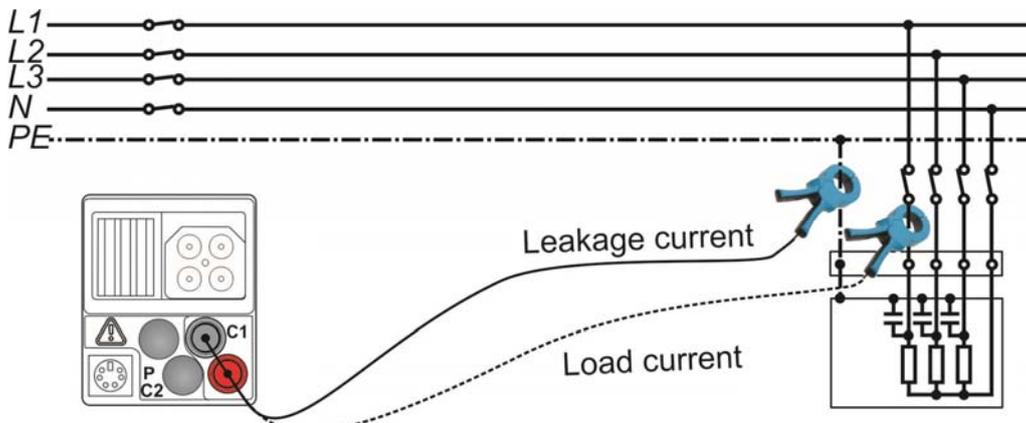

Abbildung 5.51: Ableitstrom- und Laststrommessungen
- Schließen Sie** die Stromzange an den Prüfling an (siehe *Abbildung 5.51*).